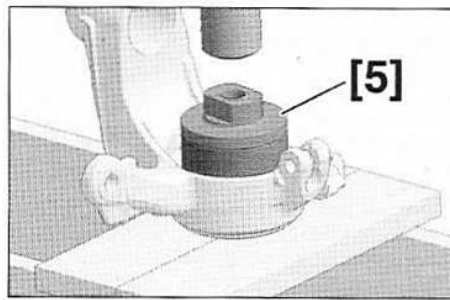

FIG.30
• A la presse et à l'aide de l'outil [5], enfoncer le roulement jusqu'en butée dans le pivot (Fig.30).